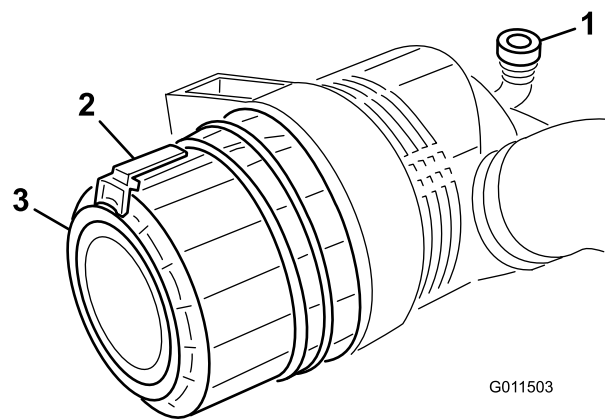

Figura 87
2. Tire hacia fuera del enganche y gire la tapa del limpiador de aire en sentido antihorario (Figura 87).